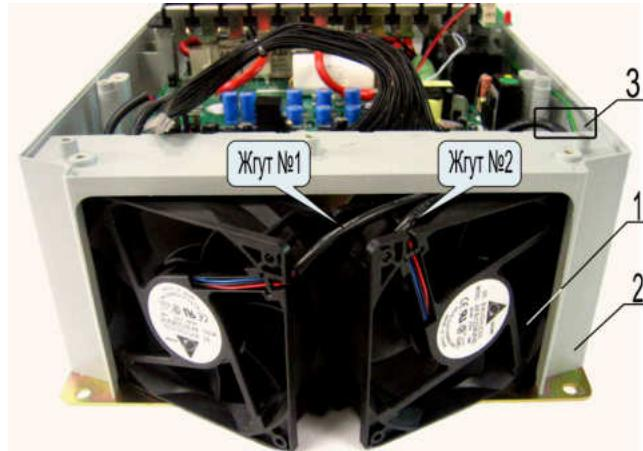

Рис. 7.22
7.12.2. Продеть жгуты №1 и №2 вентиляторов 1 в отверстие 3 средней части корпуса 2 (рис. 7.22).
7.12.3. Установить вентиляторы в отверстие корпуса, как показано на рис. 7.22, уложив жгуты на вентиляторе, расположенным справа.
! Вентиляторы устанавливать этикетками наружу, как показано на рис. 7.22